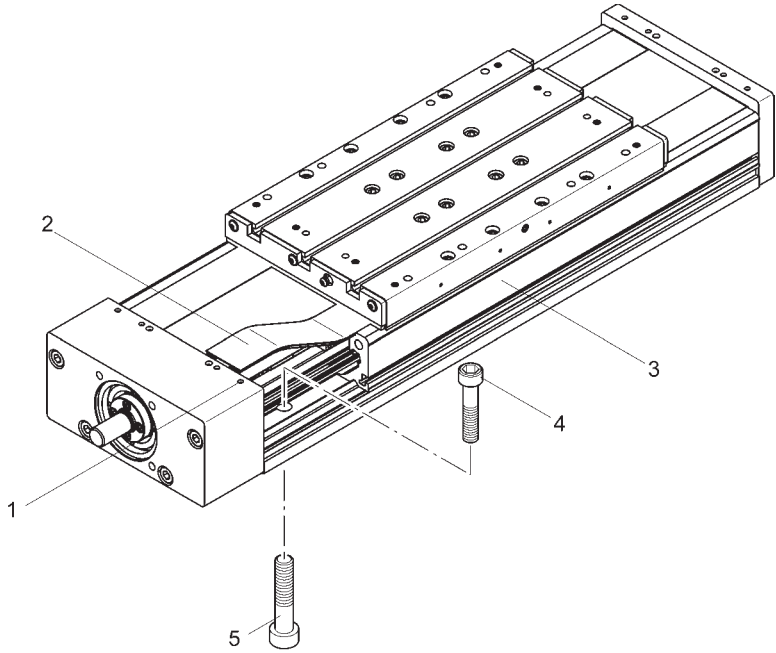

Bild 4
1. **Bild 4:** Klemmung (1) für äußeres Abdeckband lösen.
2. Abdeckband (2) anheben und die betreffende Befestigungsschraube (4) lösen.
1. **Bild 4:** Betreffende Befestigungsschraube (5) lösen.